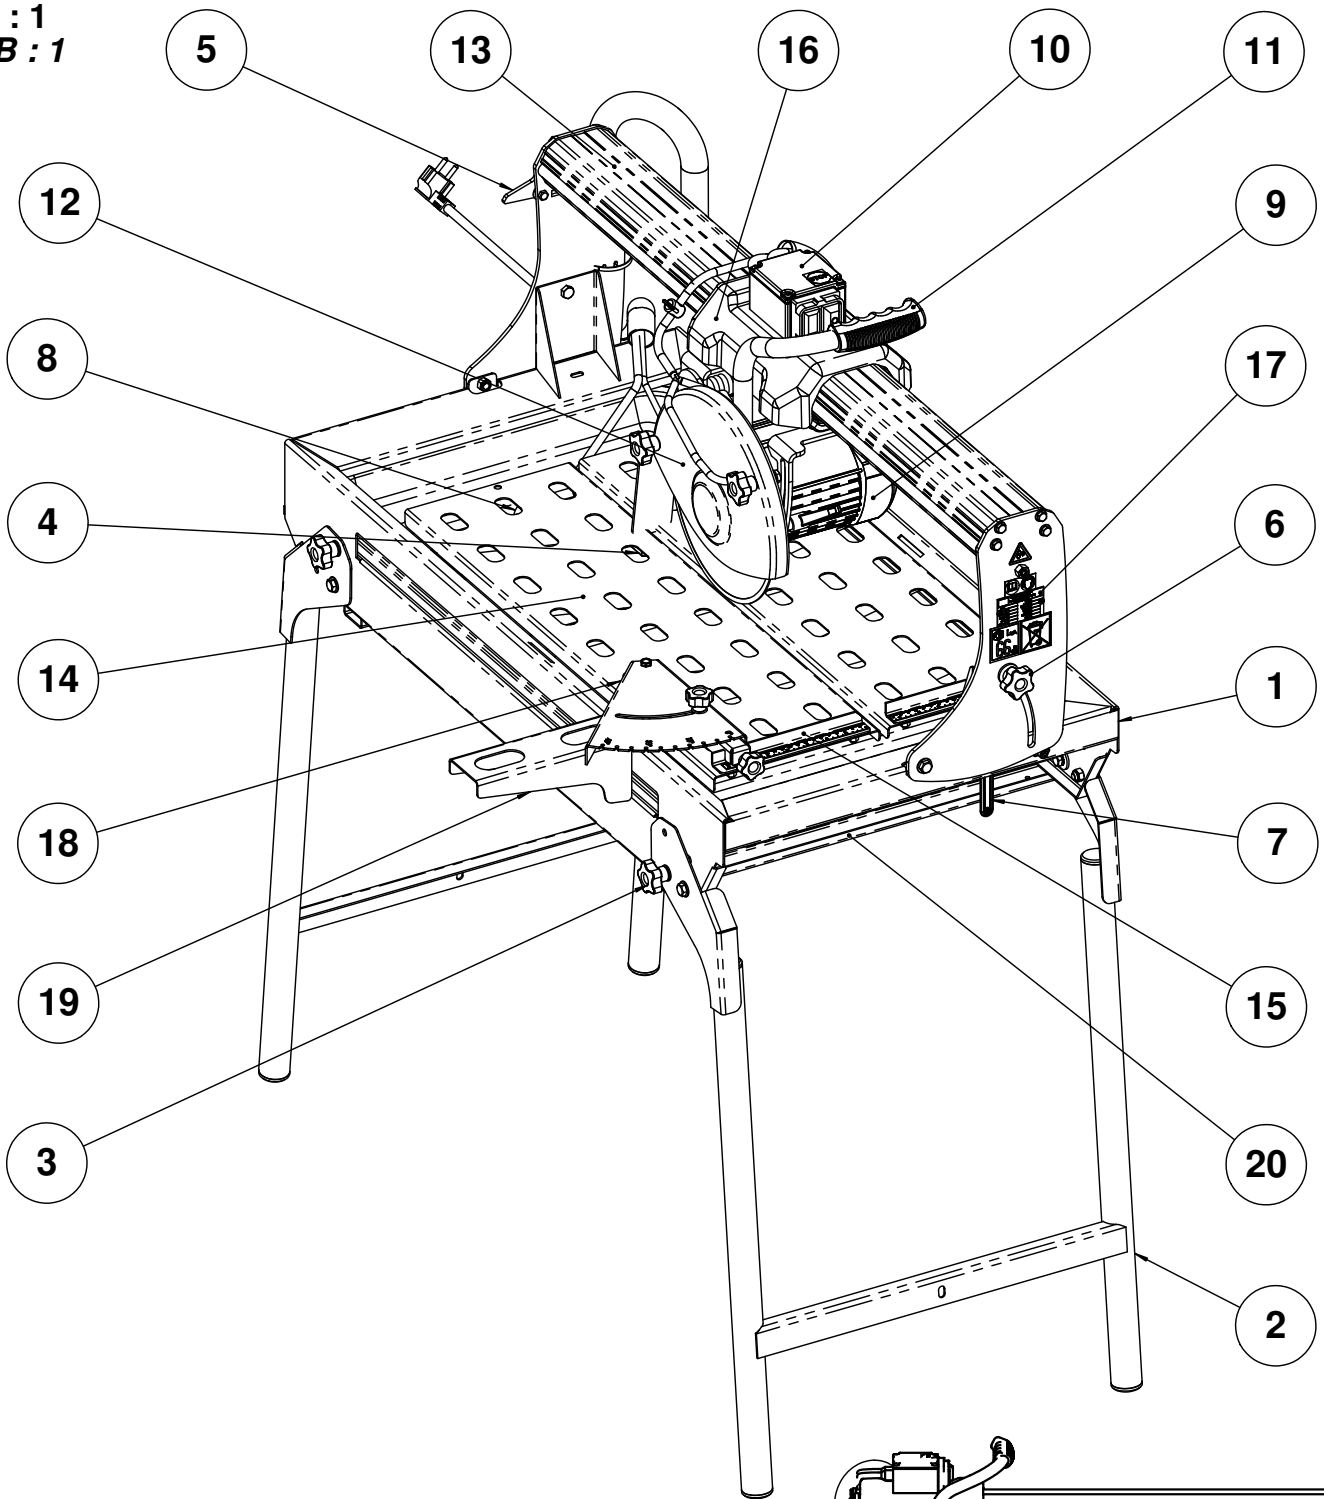

FIG : 2
- Закрепите головку машины в задней ее части, используя зажим (A) - [см. рис. 2]